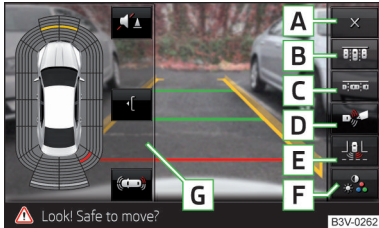

Fig. 186
**Function buttons** » Fig. 186
- Press the function key **C** » Fig. 186 on page 153.